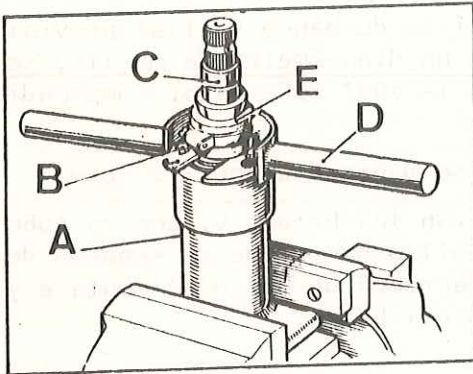

Fig. G-57 Muelle comprimido
3.9. Alojarse el otro casquillo partido, E (Fig. G-57), sobre el cono inferior del eje, y sujetarlo con una abrazadera de 50 mm.